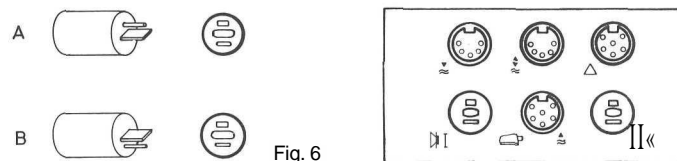

Fig. 6
2.3 Prise «Phono II» ☐ (voir fig. 6)
2.4 Prise «Radio/Phono I» (voir fig. 6)
2.5 Prise A (voir fig. 6)
2.6 Prise (voir fig. 6)
2.7 Prise «Haut-parleur gauche» (voir fig. 6)
Cette prise sert au raccordement d'une enceinte acoustique (impédance ≥ 4 ohms; puissance d'entrée admissible ≥ 6 watts) affectée à la reproduction du canal gauche. Lorsque la fiche de l'enceinte acoustique est introduite dans la prise comme représenté par la fig. 6 (A), le haut-parleur respectif (gauche) incorporé dans le magnétophone est déconnecté. Si la fiche est introduite dans le sens contraire (voir fig. 6-B), l'enceinte acoustique et le haut-parleur incorporé reproduisent en même temps le canal gauche.
2.8 Prise «Haut-parleur droit» (voir fig. 6)
Cette prise sert au raccordement d'une enceinte acoustique (impédance ≥ 4 ohms; puissance d'entrée admissible ≥ 6 watts) affectée à la reproduction du canal droit. Lorsque la fiche de l'enceinte acoustique est introduite dans la prise comme représenté par la fig. 6 (A), le haut-parleur respectif (droit) incorporé dans le magnétophone est déconnecté. Si la fiche est introduite dans le sens contraire (voir fig. 6-B), l'enceinte acoustique et le haut-parleur incorporé reproduisent en même temps le canal droit.